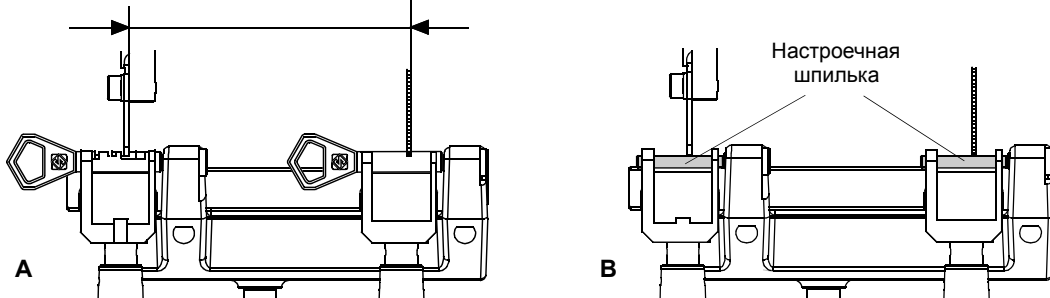

Рис. 10
Регулировка по оси заключается в настройке расстояния между копиром и режущим инструментом (рис. 10-A). Настройка оси для станка DELTA 2000 MC является фиксированной, калибровка выполняется при сборке станка на заводе-изготовителе.
- 1) Закрепите в зажимах настроечные шпильки (входят в комплект поставки) (рис. 10-B).